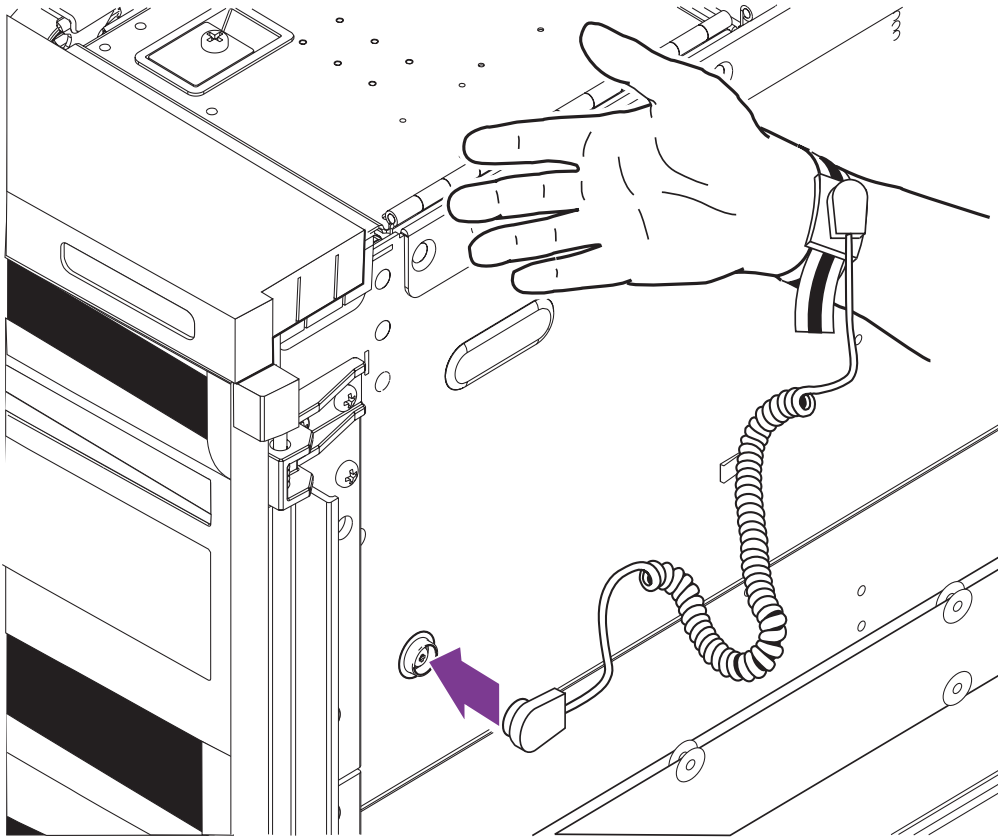

FIGURA 3 Colocación de la muñequera: Lateral derecho
- **Para conectar la muñequera antiestática al chasis, siga las instrucciones que se muestran en la FIGURA 3 o FIGURA 4.**